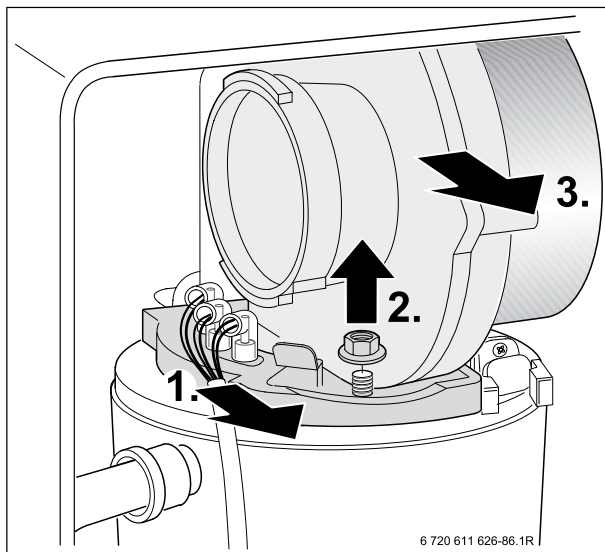

Рис. 53
- ▶ Отсоединить кабели зажигания и контроля ионизации (→ рис. 53).